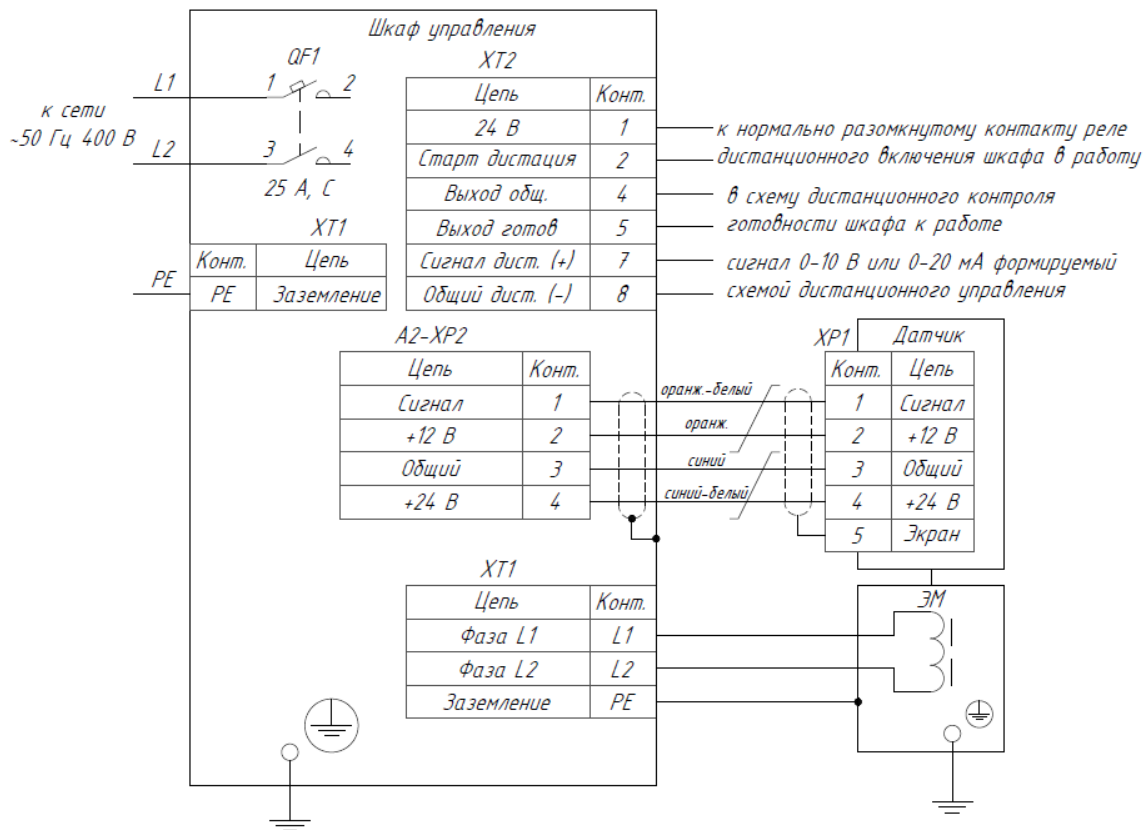

Рис. 1 – Схема внешних подключений шкафа управления
4.2 Схема внешних соединений шкафа управления приведена на рис.1.
- 6.3 При отключенном внешнем автоматическом выключателе и отключенном автоматическом выключателе шкафа QF1 и в соответствии со схемой внешних соединений рис.1 произвести следующие подключения:
- проверить надежность крепления и подключения разъемов кабеля от датчика до шкафа управления в соответствии со схемой внешних соединений рис.1.